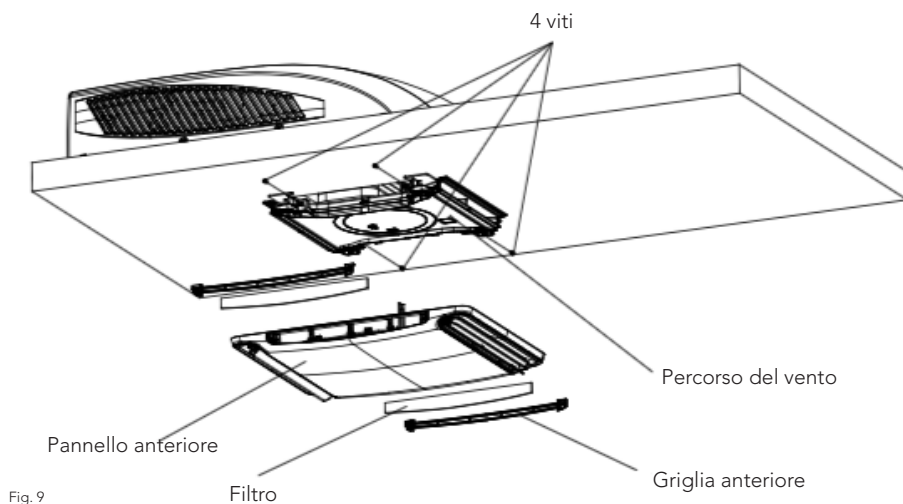

Fig. 9
2. Fissare la griglia del tetto al percorso dell'aria del gruppo per il soffitto utilizzando 4 viti (Vedere Fig. 9).